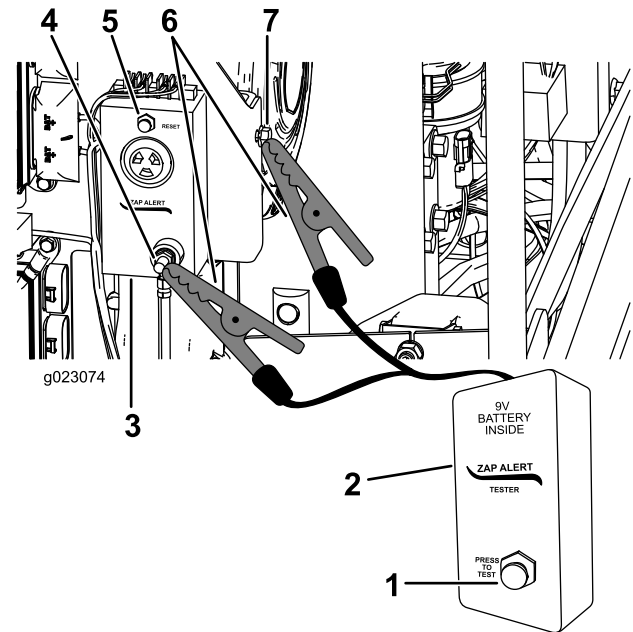

Figure 65
3. Connectez une pince crocodile du testeur Zap-Alert au goujon de mise à la terre du système Zap-Alert (Figure 65).
5. Appuyez sur le bouton de test sur le testeur Zap-Alert (Figure 65).
6. Appuyez sur le bouton de réarmement Zap-Alert pour arrêter l'alarme (Figure 65).